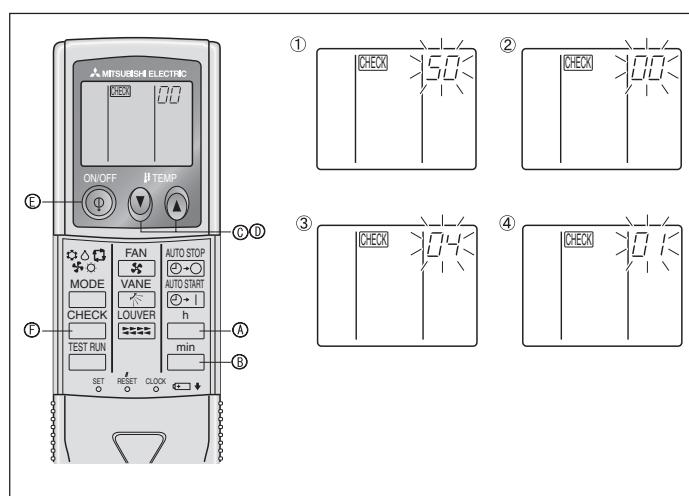

Fig. 6-10
- DRücken Sie die MODE-Taste **Ⓔ**, und die Betriebsart- und Einstellnummern (1) und (2) werden stetig (nicht-blank) angezeigt, und die vorgenommenen Einstellungen können überprüft werden.
2) Für die drahtlose Fernbedienung (Fig. 6-10)